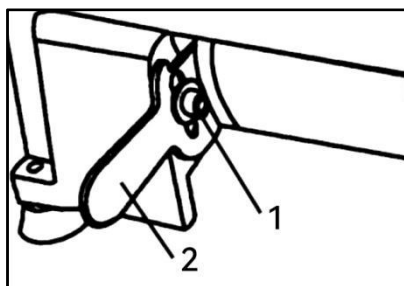

图 19
11、速度的调节（如图 19 所示）
- 当需要调节驱动轴的速度时，先将机头箱背面的盖板打开来，后用附件中的内六角扳手将下图 19 中的 1 电机固定螺钉松一些。后将电机位置手柄 2 朝上扳起，皮带将会变松。